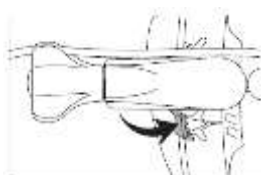
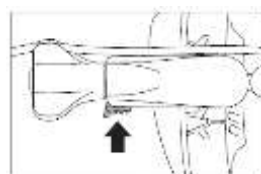

図2: アンロック位置にあるロックレバー
図3: ロック位置にあるロックレバー
- (6) ロックレバーをマウントと直角方向に引き、ジョーを後方に引きながら開創器の希望の位置にマウントを引っかけることにより、ポジショナーを開創器または開胸器にのせる。
- (7) ロックレバーをマウント本体に向けてロック位置まで押し込み、マウントを固定し、ポジショナーを開創器または開胸器に固定する。マウントを所定の位置にロックしたら、ポジショナーが、開創器または開胸器にしっかり固定されていることを確認すること。図2と図3に、ロックレバーのアンロック位置とロック位置をそれぞれ示す。